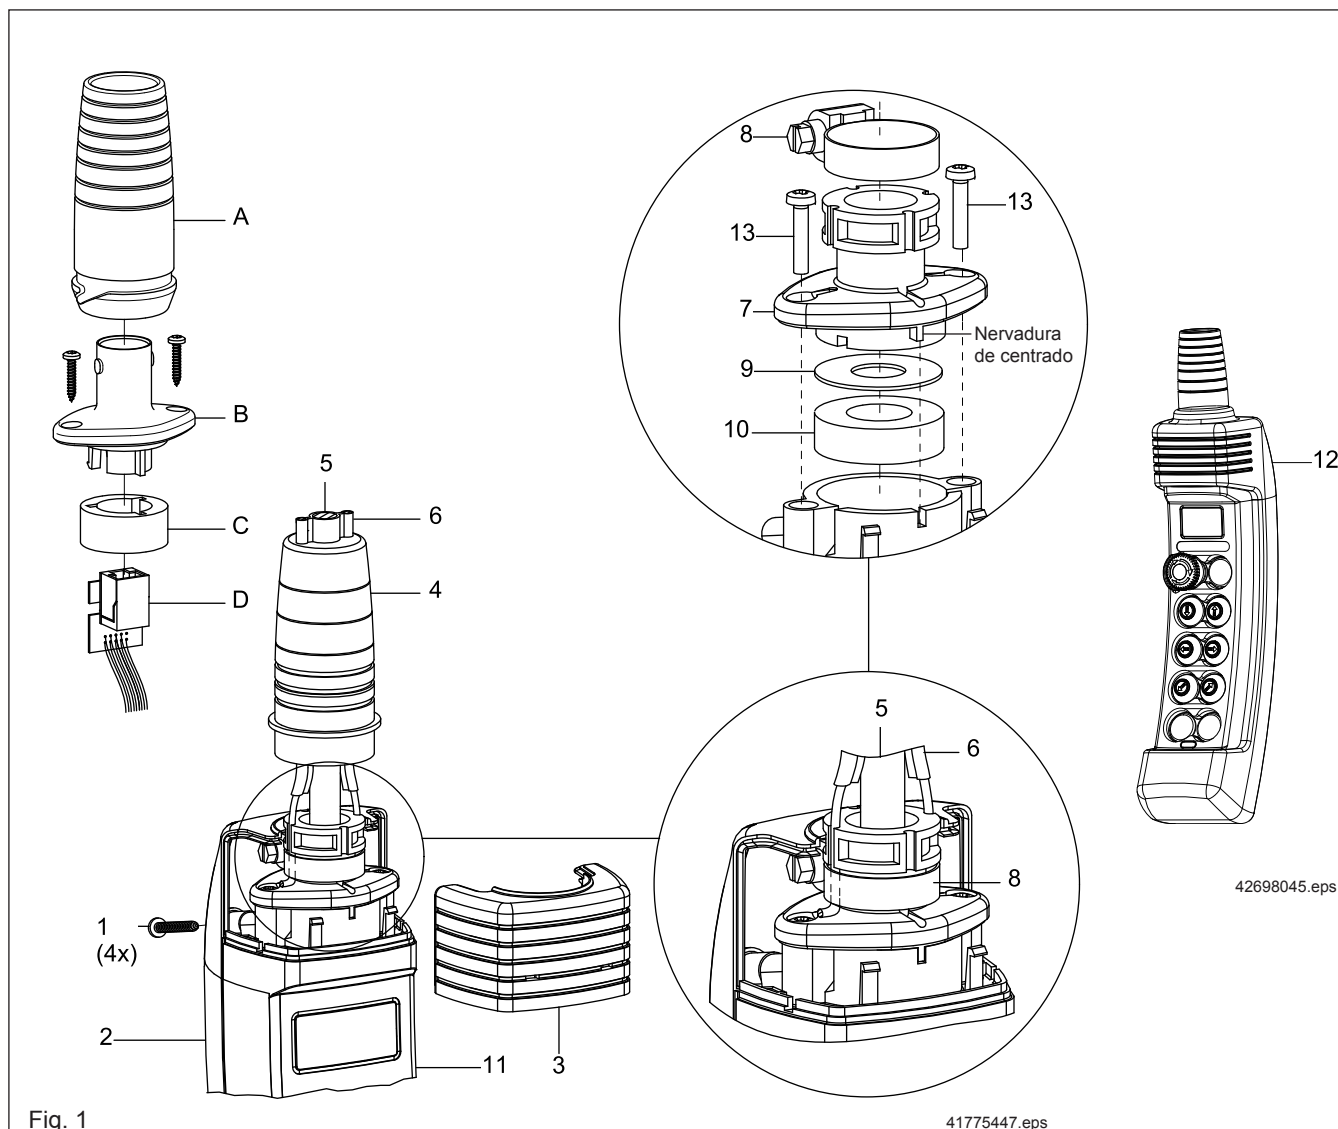
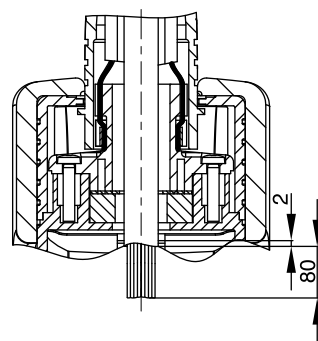

Fig. 1
Fig. 2
- Tirer les fils du câble à l'intérieur de la partie supérieure (11) du boîtier.
- Introduire la rondelle de pression (10), l'anneau d'étanchéité (9) et le manchon de serrage (7) sur la partie supérieure (11) du boîtier.
- Serrer les deux vis à fentes en croix (13).
- Ôter l'enrobage des câbles de protection antitraction (6) comme illustré sur la fig. 1.
- Diminuer la longueur des câbles de protection antitraction (6) (fig. 1) et les introduire dans les rainures latérales du manchon de serrage (7).
- Fixer les câbles de protection antitraction à l'aide du collier de serrage (8) (fig. 1).
- Introduire l'embout de protection (4) sur le manchon de serrage (7).
- Monter la calotte (3).
- Revisser la partie inférieure du boîtier (2) sur la partie supérieure (11).
- Monter l'amortisseur de choc (12) (voir explications au point 4).
Para instalar el cable de mando con elementos de protección vulcanizados se debe proceder como sigue, véase fig. 1:
- Introducir la abrazadera (8) hacia arriba en los elementos de protección (6) y el cable de mando (5).
- Aflojar los tornillos de ranura cruciforme (13) del casquillo de presión (7).
- Introducir el casquillo de presión (7) en el cable de mando (5), véase fig. 1.
- Pasar el cable de mando (5) por la arandela (9) y el anillo obturador (10). La arandela y el anillo obturador necesarios para los distintos diámetros del cable de mando se eligen según la tabla 1.
- Cortar el aislamiento del extremo del cable de mando (fig. 2). ¡Observar las dimensiones!
- Meter los conductores del cable en la parte superior de la carcasa (11).
- Meter la arandela (9), el anillo obturador (10) y el casquillo de presión (7) en la parte superior de la carcasa (11).
- Apretar los dos tornillos de ranura cruciforme (13).
- Retirar la cubierta de los elementos de protección (6), véase fig. 1.
- Cortar los elementos de protección (6) y meterlos lateralmente en la ranura del casquillo de presión (7), véase fig. 1.
- Fijar los elementos de protección con la abrazadera (8), véase fig. 1.
- Efectuar la conexión de los conductores del cable según se aprecia en el esquema correspondiente (apartado 3) y en el esquema de la parte inferior de la carcasa (2).
- Introducir el fuelle de protección (4) en el casquillo de presión (7). El casquillo de presión queda ajustado en la brida del mismo.
- Montar la caperuza (3).
- Atornillar de nuevo la parte inferior de la carcasa (2) en la superior (11).
- Por último, montar la protección contra golpes (12), véase apartado 4.